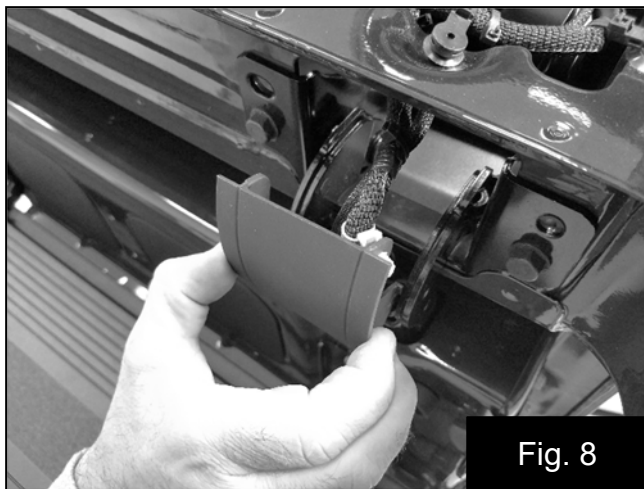

Fig. 8
13. Pliegue la sección interna de la compuerta posterior hacia abajo y retire la bisagra de plástico de la cubierta en el extremo del pasajero para ayudar a enrutar el arnés. Fig. 8